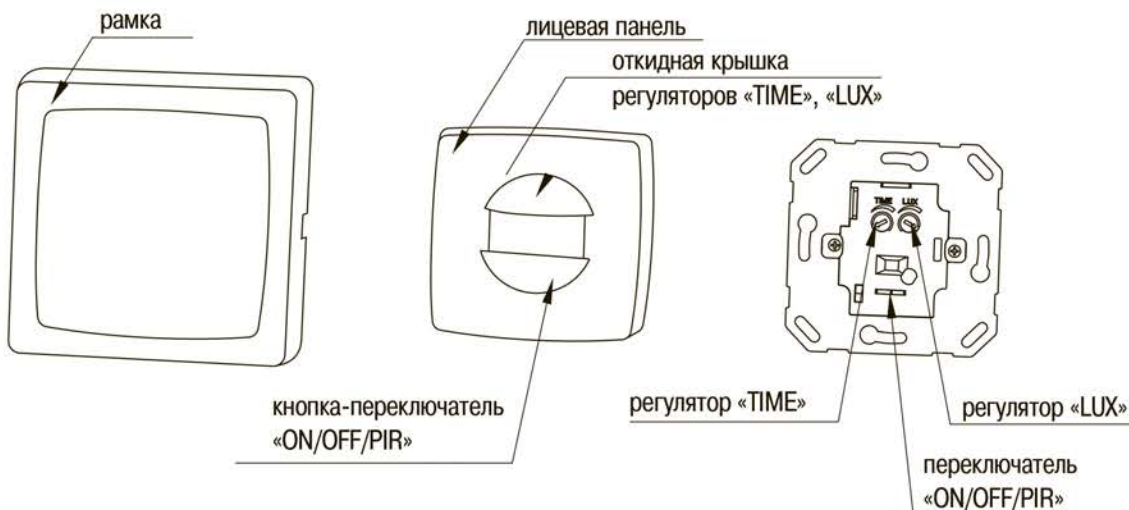

Рисунок 22 – Монтаж ДД 044
#### 5.2.6 Монтаж и подключение ДД 044 (рисунок 22)
– Снять рамку, а затем лицевую панель с основания датчика, поддев её с торца отвёрткой с прямым шлицем (рисунок 22).
Регулятор выдержки времени включения датчика «TIME», освещённости «LUX» находится под откидной крышкой, кнопка-переключатель режимов работы датчика на лицевой панели (рисунок 22). Регулировка осуществляется с помощью отвёртки с прямым шлицем.